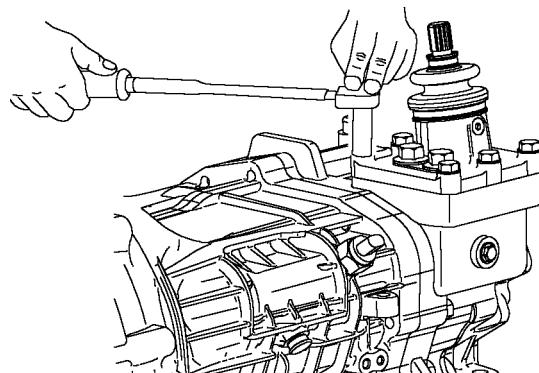

Рис. 6.3. Снятие и установка механизма переключения передач
2. Снимите крышку механизма переключения передач с рычагом в сборе (рис. 6.3).